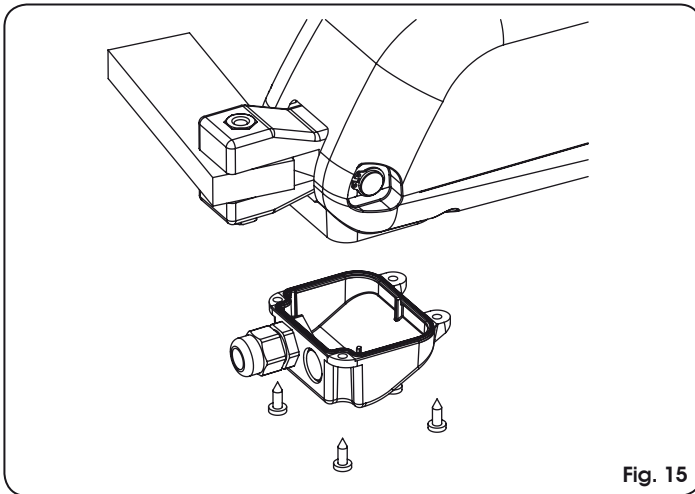

Fig. 15
4. Fermer le couvercle avec les quatre vis fournies, voir Fig. 15.